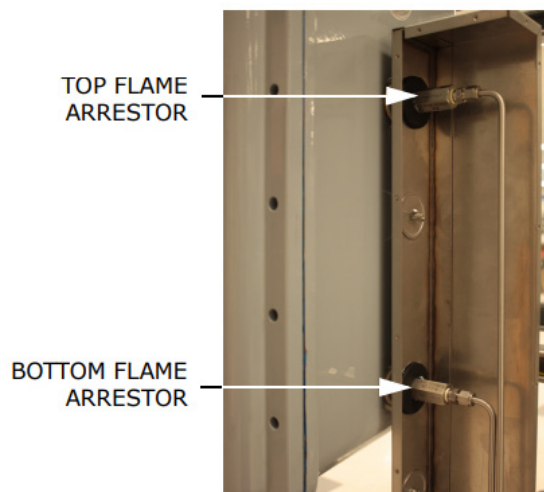

Рис. 42. Расположение пламегасителя внутри корпуса
5. Выкрутите гайку трубки с помощью гаечного ключа на 9/16 дюйма. См. Рис. 42 ниже.